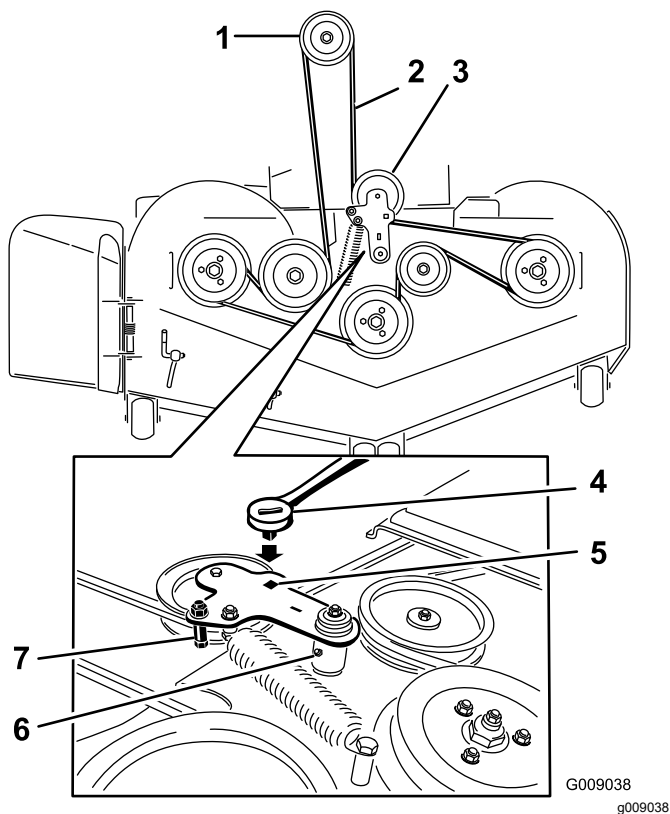

Figure 98
5. Insérez un rochet dans le trou carré du bras de la poulie de tension pour détendre le ressort de la poulie de tension (Figure 98).
7. Enlevez le guide-courroie situé sur le bras de la poulie de tension rappelé par ressort (Figure 98).
9. Acheminez la courroie neuve autour des poulies du tablier de coupe et de la poulie d'embrayage, sous le moteur (Figure 98).
- Montez le guide-courroie sur le bras de la poulie tension (Figure 98).
- Insérez le rochet dans le trou carré et montez le ressort de la poulie de tension (Figure 98).